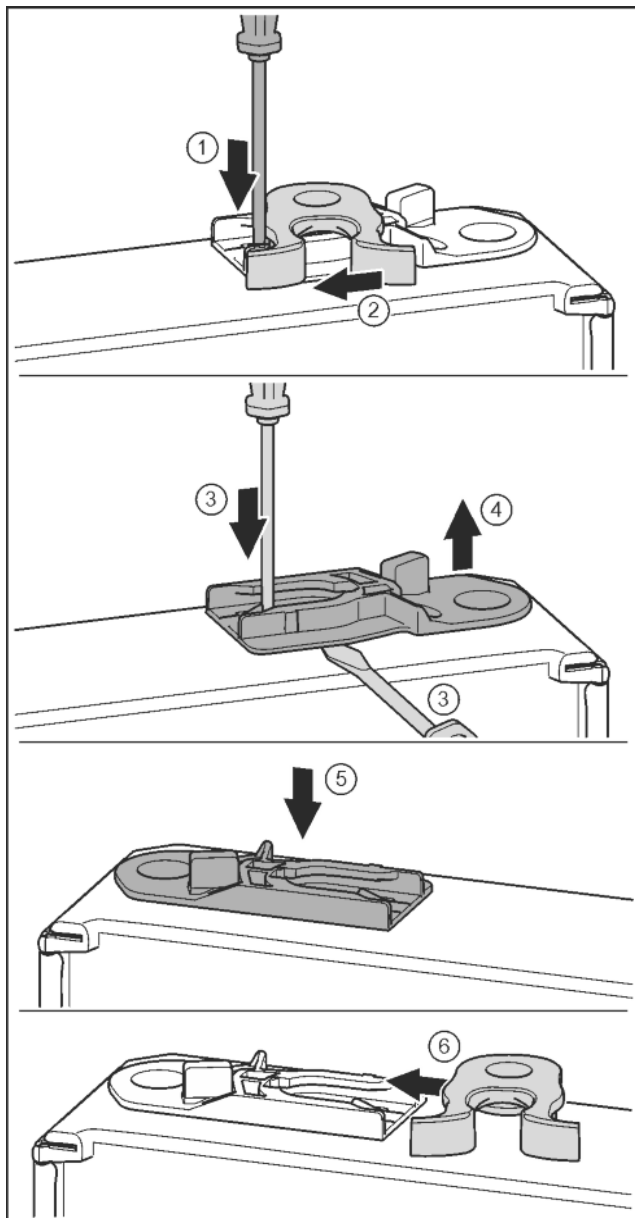

Fig. 19
- ▶ Nyomja le a fedőlemezt csavarhúzóval. Fig. 19 (1)
- ▶ Húzza ki a záróhorgot a vezetősínből. Fig. 19 (2)
- ▶ Húzza ki a vezetőhüvelyt: Nyomja a fedőlemezt a csavarhúzóval, és közben nyúljon a csavarhúzóval a vezetőhüvely alá. Fig. 19 (3, 4)
- ▶ Tolja be a kiszállított csomagban található vezetőhüvelyt a ház másik oldalára. Fig. 19 (5)
- ▶ Tolja be a záróhorgot a vezetősínbe. Fig. 19 (6)